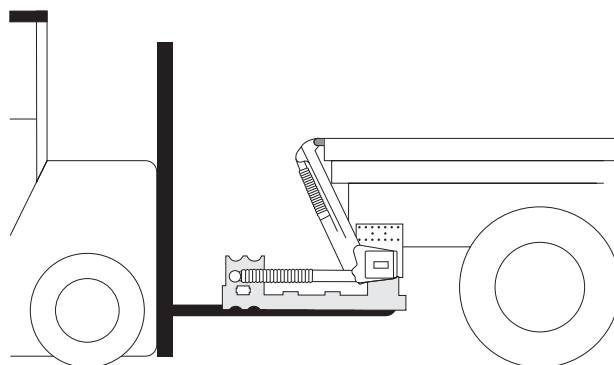

Bild 32. Använd lyftens emballage och en truck.
7. Lyftstommen bör placeras så högt som möjligt inom angivna C-mått. Justera stommen till idealhöjd under ramen. Använd lyftens emballage och en truck, Se Bild 32. Stommen ska placeras parallellt mot påbyggnationens golv och får inte ligga an mot fordonets ram, det måste finnas några millimeter spel. Vid behov, justera armarnas vinkel genom att försiktigt köra lyften.